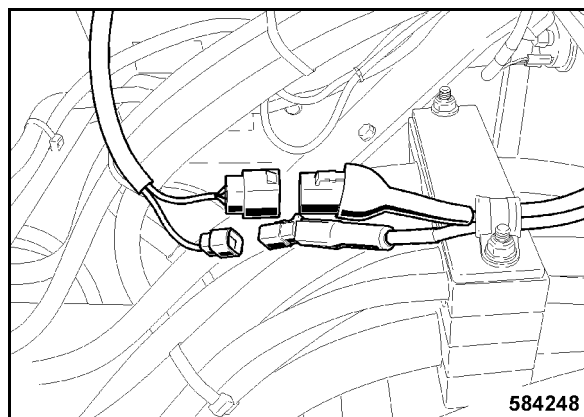

Bild 207
- Liitä ilmastointilaitteen pistoliitäntä (Bild 207).